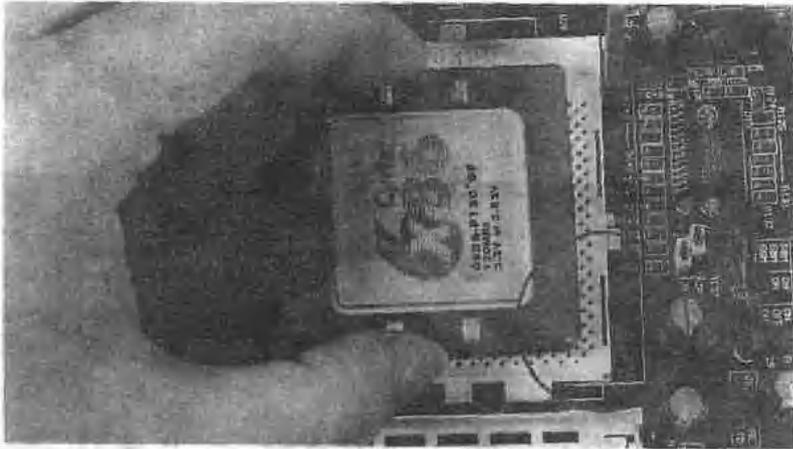

图 1-10
3. CPU 的缺角处(它上面会有一个索引点)即是第一只脚,是用来指引 CPU 的方向用的,对 586 以上的 CPU 来说,如果方向摆错了是无法插入插座的,如果硬插的话,可能会将 CPU 的针脚给弄歪,甚至弄断(如图 1-10)。